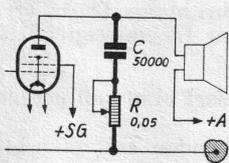

Abb. 1. Die übliche Schaltung des Klangreglers.
2. Die Empfangsgleichrichtung könnte durch die Regelspannungserzeugung durch eine nicht verzögerten Regelspannungserzeugung gestört werden. Um das einzufehen, nehmen wir einmal an, die Empfangsgleichrichtung und die Regelspannungserzeugung würden mit Hilfe einer einzigen Zweipolstrecke durchgeführt. Dabei werde die vorher sehr kräftige Hochfrequenzspannung plötzlich weitgehend geschwächt. Die kräftige Hochfrequenzspannung hatte eine hohe Regelspannung zur Folge. Der Beruhigungskondensator (Abb. 1 links unten) ist auf den Wert dieser Spannung aufgeladen. Sobald die Hochfrequenzspannung abnimmt, entlädt sich der Beruhigungskondensator nach und nach über den Beruhigungswiderstand und den Widerstand R bis auf die Spannung, die dem nun geringeren Wert der Hochfrequenzspannung entspricht. Während diese Entladung stattfindet, tritt an dem Widerstand R ein entsprechender Spannungsabfall auf, der der
Abb. 1. Die gleichzeitige Verwendung einer Zweipol-Röhre zur Regelspannungserzeugung und Empfangsgleichrichtung ist ungünstig, weil hierbei in dem Widerstand (R) eine für die Empfangsgleichrichtung schädliche Vorspannung zustande kommen kann.
Gewöhnlich schaltet man einen Klangfarbenregler so, wie es Abb. 1 wiedergibt; an die Anode der Endröhre wird ein Festkondensator von etwa 50000 cm (es können auch 0,1 µF fein) gelegt,
Links Abb. 1. Der einfachste Empfangsvoratz besteht aus einem Abstimmkreis und einem Zweipolgleichrichter.
Wohl am nächsten liegend wäre eine Lösung nach Abb. 1: Ein auf unseren Ortsfender abgestimmter Kreis hängt über eine ge-
Warum wir diese Schaltung nicht allgemein empfehlen wollen, zeigt Abb. 2, in der wir eine dynamische Kennlinie unseres Empfangsgleichrichters finden. Wir sehen, daß trotz Verwendung einer Zweipolröhre, die gern als „linearer“ Gleichrichter bezeichnet wird, die Kennlinie im Bereich kleiner Spannungen bis zu etwa 0,6 Volt (Scheitel) erheblich gekrümmt ist, was bei der Gleichrichtung einen Klirrfaktor von 10—20% bedeuten würde, wenn wir in diesem nichtlinearen Gebiet der Kennlinie arbeiten. Diese Gefahr besteht aber bei der einfachen Anordnung nach Abb. 1 immer, weil die Eingangsspannungen ja nicht verstärkt und daher nur unter günstigen Empfangsverhältnissen so groß sein werden, wie es zu einer verzerrungsfreien Gleichrichtung notwendig ist.